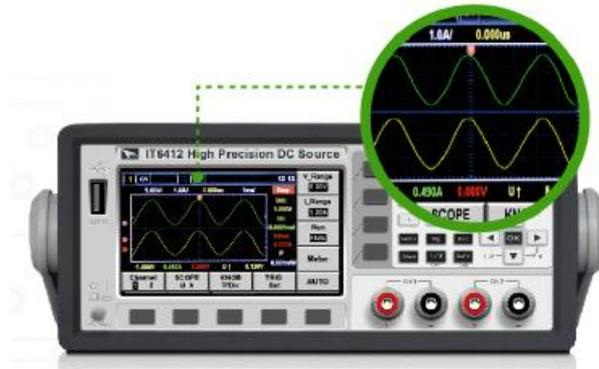

图 12 IT6400 面板波形图
另外，利用 IT6400 和 IT7300 系列电源的特点可以应对各种待测物的信号需求，以及解决产品品质存在的隐患。①利用 IT6400 高速线性直流电源可提供双极性输出，且利用其 LIST 功能，不仅单步时间可调，还能实现波形的周期性循环，实现定制化的触发信号输出，应对各种待测物的信号需求。图 12 和图 13 分别显示了它的面板波形图。